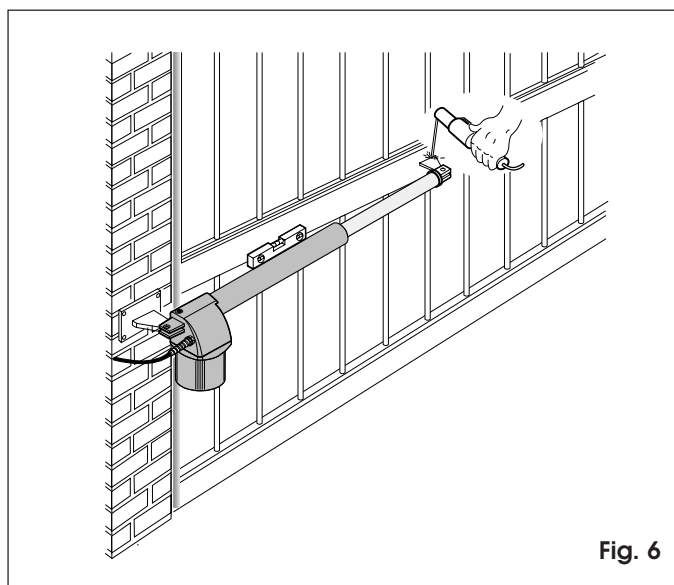

Fig. 6
- 8) Chiudere l'anta del cancello e, mantenendo l'operatore perfettamente orizzontale, individuare sull'anta la posizione dell'attacco anteriore (fig. 6).